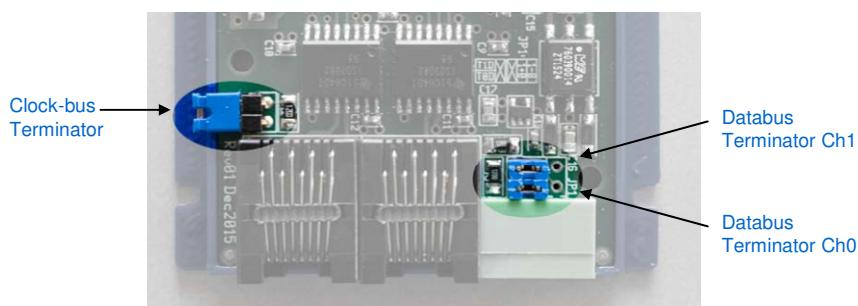

Abb. 11: Jumper-Einstellungen beim RM-C/2
- RM-C/2 mit den Jumpern in der Standardeinstellung wie in Abbildung 11 gezeigt.